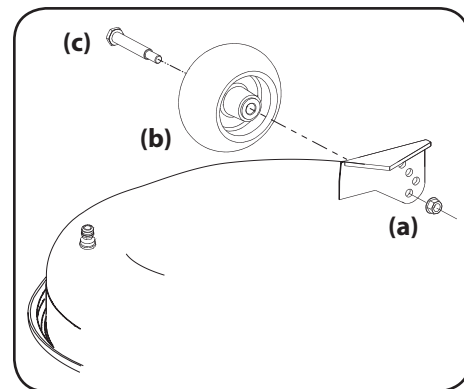

Figura 2-8
- a. Retire la tuerca de seguridad que fija uno de los tornillos con reborde de las ruedas de calibración delanteras a la plataforma. Retire la rueda de calibración y el tornillo con reborde. Consulte Figura 2-8.